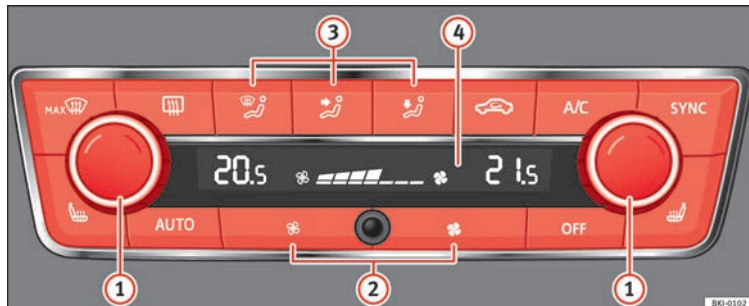

Bild 172 Climatronic: reglage.
- Justera fläkteffekten på noll » » bild 172 ② eller tryck på **OFF**-knappen.
- Tryck på knappen **AUTO** » » bild 172.
- När du slår på tändningen kan reglaget **①** » **bild 172** användas för att ställa in den önskade innertemperaturen.
- Tryck på knappen **MAX** » » **bild 172**.